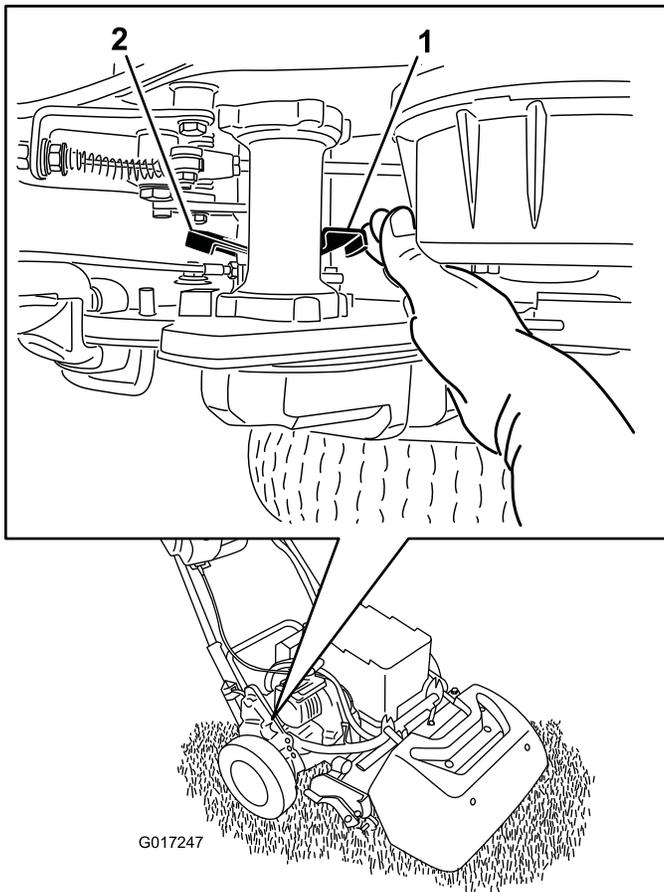

Figura 33
1. En la esquina derecha trasera de la máquina, localice la palanca de engranado/desengranado de la tracción junto al tambor del alojamiento de la transmisión (Figura 33).